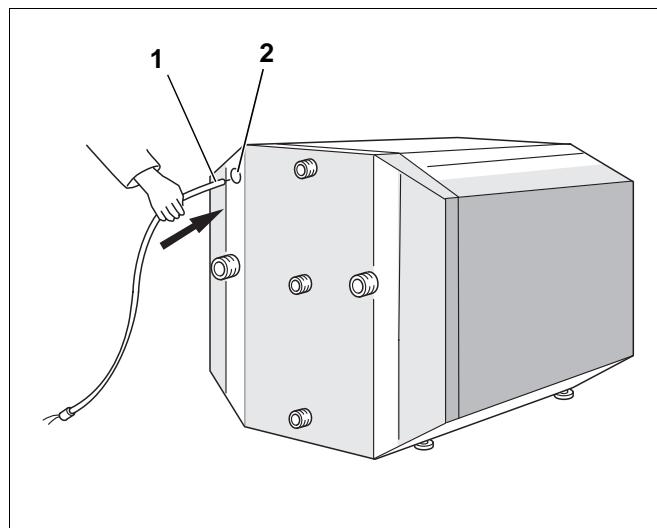

Рис. 11 Установка датчика температуры
- Ввести датчик (рис. 11, **поз. 1**) с задней стороны бака в отверстие кабельного канала (рис. 11, **поз. 2**). Для типа LT300/1 нужно удлинить провод датчика, используя для этого входящий в поставку провод.